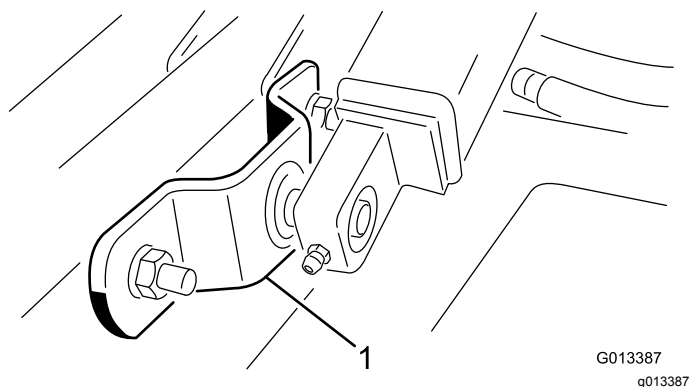

Figur 6
10. Fjern boltene, afstandsbøsningerne og flangemøtrikkerne, der fastgør den modsatte ende af støddæmperne til klippeenheden (Figur 6).